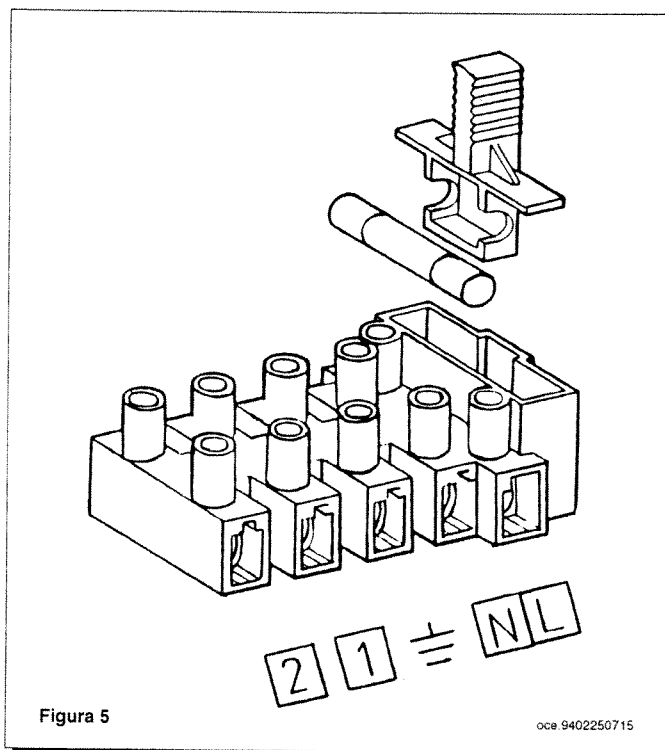

Figura 5
- * accedere alla morsettiera di alimentazione (figura 5) come descritto al capitolo precedente;
- * togliere il ponticello presente sui morsetti (1) e (2);
- acceder al tablero de bornes de alimentación (figura 5) como descrito en el capítulo precedente;
- remover el puente sobre los bornes (1) y (2);